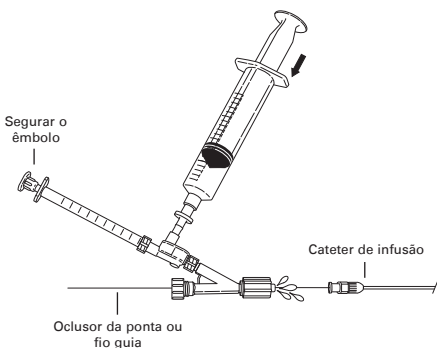

Fig. 5
7. Para adaptar a válvula de segurança unidireccional dupla e o adaptador Tuohy-Borst ao cateter de infusão, desaperte a válvula Tuohy-Borst e faça deslizar o conjunto sobre o oclisor da ponta. Antes de adaptar o conjunto ao cateter, mantenha o êmbolo da seringa de 1 ml imobilizado e pressione o êmbolo da seringa de 20 ml, certificando-se de que todo o ar é purgado do conjunto. Deixe um pouco de solução no encaixe Luer-Lock do adaptador Tuohy-Borst antes da ligação ao cateter de infusão. **(Fig. 5)**